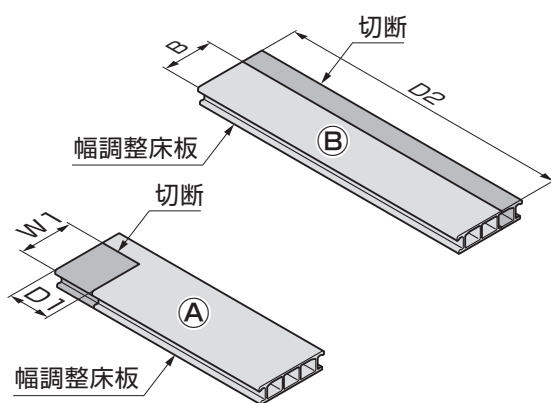

図2-24
- ① 幅調整床板の張付け位置を確認してください。
- ② 図2-24、表2-1、表2-2を参照して、柱、下レールに干渉するデッキを幅調整床板に加工してください。